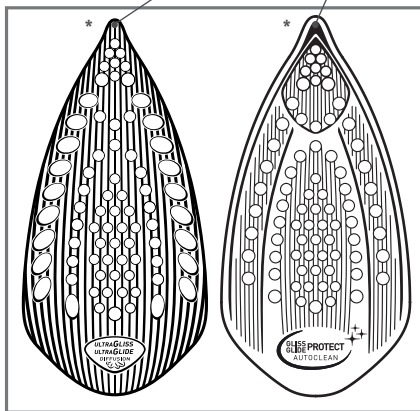

fig.1
- Placez la commande vapeur sur  – fig.1.